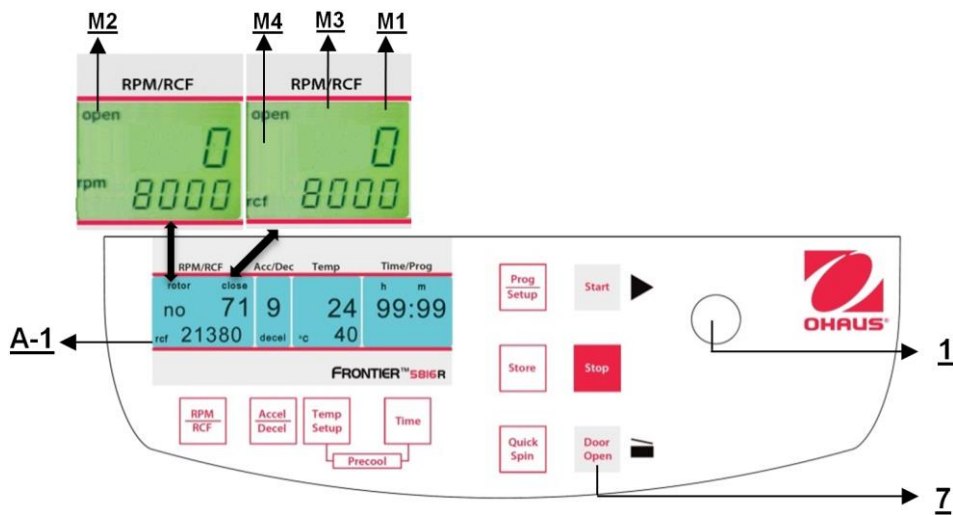

Figura 15
Después de la operación, cuando la tapa de la centrífuga está cerrada, aparece la palabra "**close**" (M1) en la pantalla "**RPM | RCF**" (A-1). Además, si hay un rotor en la centrífuga, aparece la palabra "**rotor**" (M3) así como el número de código del rotor respectivo, el cual está en el sistema de la centrífuga "**71**" (M4). Si no hay rotor en la centrífuga, destella la palabra "**rotor**" (M3) y aparece adicionalmente la palabra "**no**" (M4). Al presionar el botón "**Door Open**" (7), puede liberar la tapa de la centrífuga. Tan pronto la tapa electromagnética esté completamente liberada, aparece la palabra "**open**" (M2). Ahora puede abrir la tapa de la centrífuga. Consulte la Figura 15 a continuación para referencia.
La tapa debe bajarse solo un poco. Un seguro de la tapa electromagnética cierra la tapa, al mismo tiempo que desaparece la palabra **"open"** (M2) (vea la Figura 15). Como signo de que la centrífuga está lista para arrancar, en la pantalla **"RPM | RCF"** (A-1) aparece la palabra **"close"** (M1). Al mismo tiempo, aparece la palabra **"rotor"** (M3), así como el número de código del rotor, el cual está en el sistema de la centrífuga, **"no 71"** (M4). Con eso, todos los datos específicos del rotor, por ejemplo máxima velocidad, aceleración, etc. están adoptados.